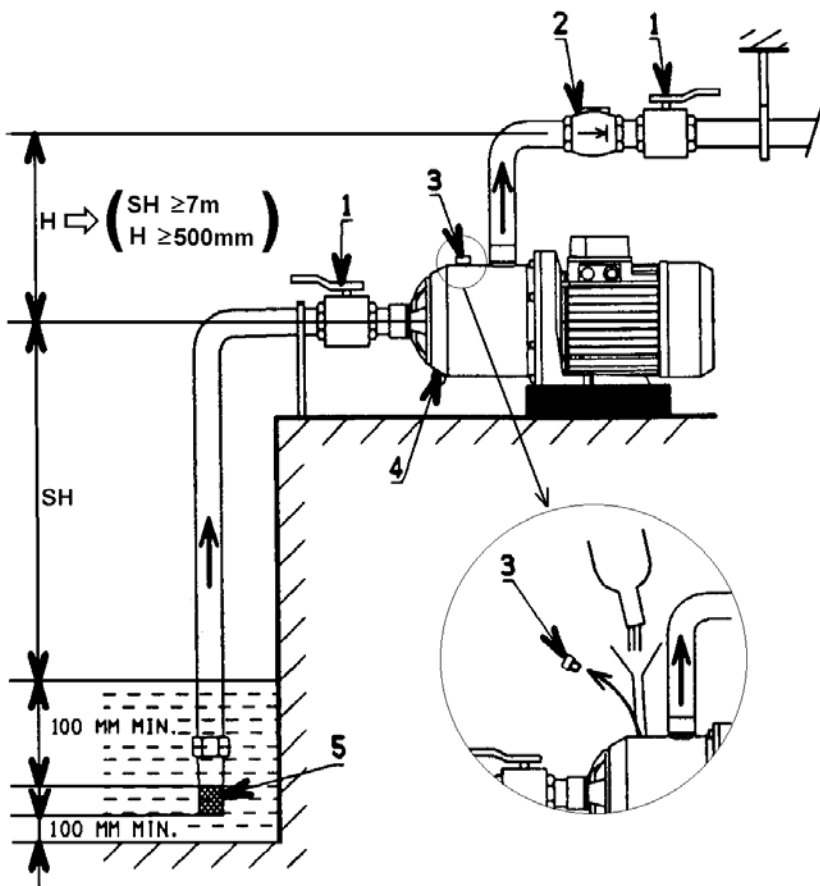

Рис. 3
- ◆ Диаметр всасывающего трубопровода/шланга должен быть не меньше номинального диаметра всасывающего патрубка насоса. Для насосов серии 6 м³/ч и с всасывающей высотой (SH) более 6 м минимальный внутренний диаметр всасывающего трубопровода равен 28 мм. Всасывающий трубопровод должен быть абсолютно герметичным.
- ◆ При высоте всасывания (SH) \geq 7 м необходимо иметь вертикальный участок напорного трубопровода высотой не менее 500 мм (рис. 3)
Пуск насоса в режиме всасывания (рис. 3)